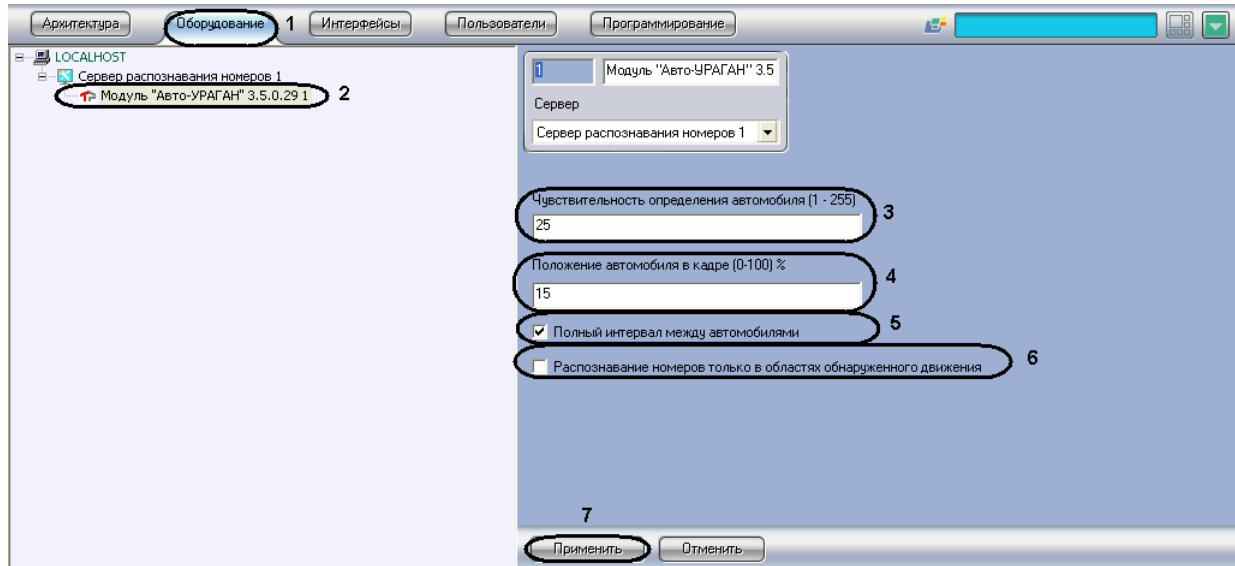

Рис. 7.2—3. Настройка программного модуля «Авто-УРАГАН 3.5.0.29»
3.5.0.29» (Рис. 7.2—3, 2). В правой части вкладки «Оборудование» отобразится панель настройки выбранного объекта.
3. В поле «Чувствительность определения автомобиля (1-255)» ввести значение чувствительности, которая характеризует чувствительность детектора к контрастности изображения машины (см. Рис. 7.2—3,3). Чем ниже значение, тем чувствительнее детектор.
4. В поле «Положение автомобиля в кадре (0-100) %» ввести значение в процентах, отражающее положение автомобиля в выдаваемом кадре (см. Рис. 7.2—3, 4). Данная настройка актуальна только для автомобилей, номера которых не были определены. Если номер не был распознан, модуль выдает в качестве результата кадр, находящийся на заданном расстоянии от кадра с первым появлением автомобиля.